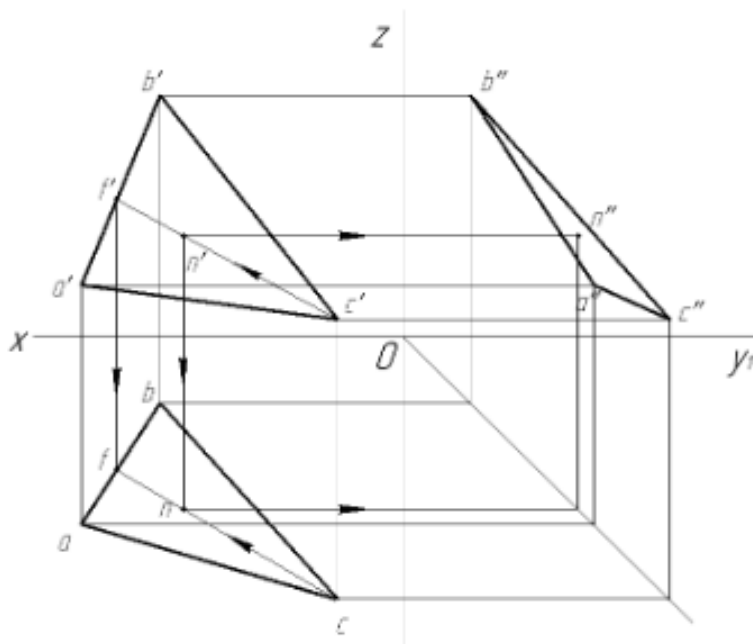

Рисунок 20
Через заданную проекцию точки, например, фронтальную проекцию n' точки N, расположенной на плоскости треугольника ABC (рис. 20), проводим фронтальную проекцию вспомогательной прямой любого направления, например, $c'f'$.
- 2.Построить комплексный чертеж плоскости ABC на трех плоскостях проекций (пример оформления решения задач см. рис.20);